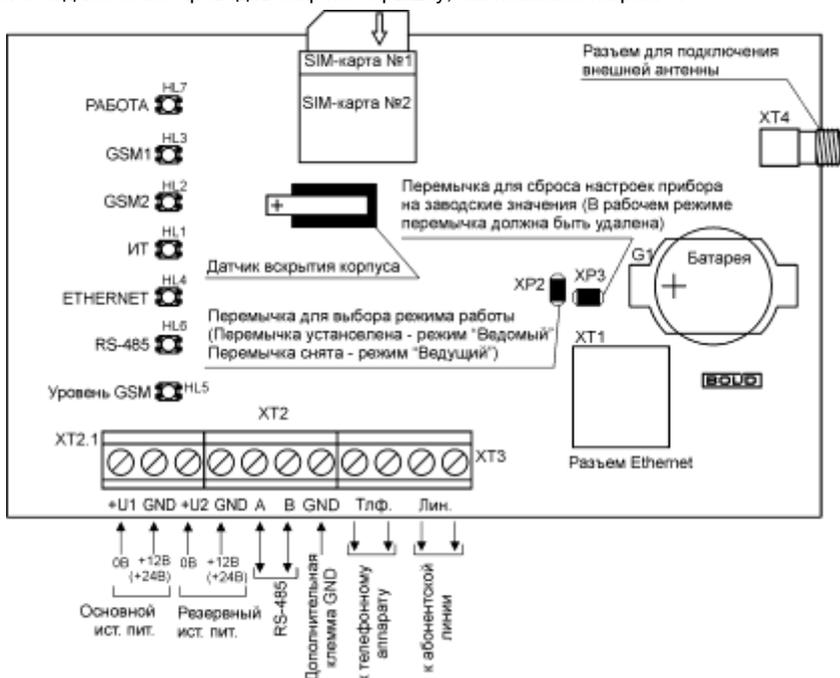

Рисунок 5. Схема внешних соединений «C2000-PGE»
4.5 Установка SIM-карт производится контактами вниз, как показано на рис. 5.